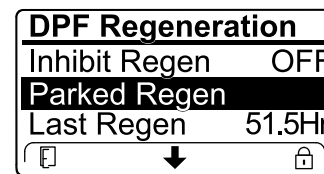

Figure 59
- Si le calculateur moteur demande une régénération d'urgence ou est en train d'en exécuter une, et que vous naviguez jusqu'à l'option PARKED REGEN, la régénération en stationnement se bloque et l'icône de blocage (Figure 59) apparaît en bas à droite de l'InfoCenter.